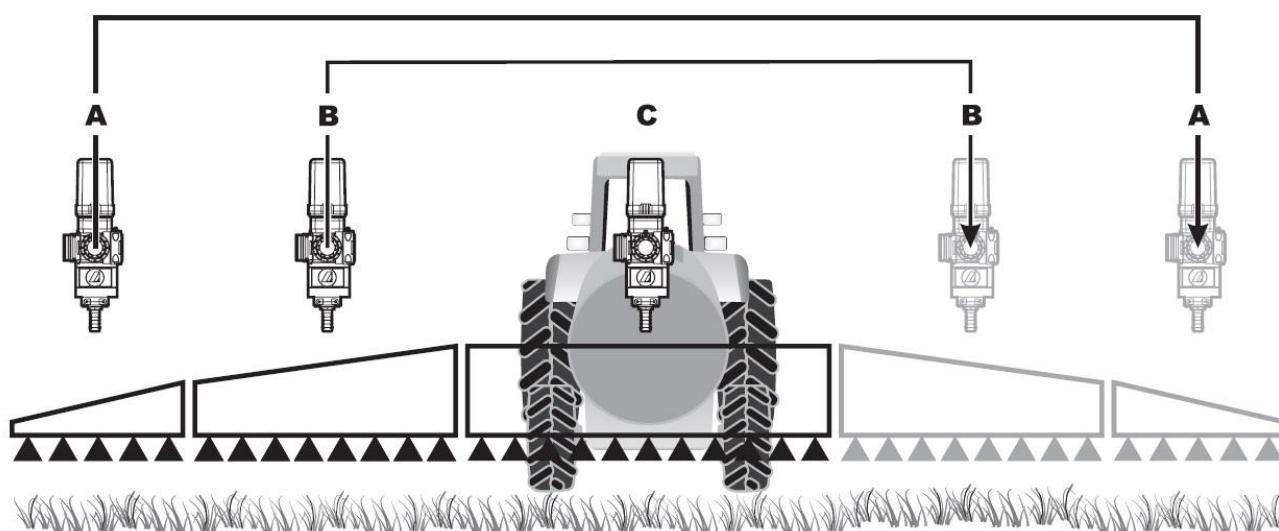

Figura 6.21 – Ex. Seccionamento de barra de pulverização.
- Se o **número de bicos for simétrico para cada válvula de secção** (*Figura 6.21*), faça a calibração apenas a uma parte do grupo de comando (válvulas A, B e C). Para calibrar a outra parte, posicione os botões dos retornos calibrados da mesma maneira, seguindo a correspondência das válvulas (*Figura 6.21*).